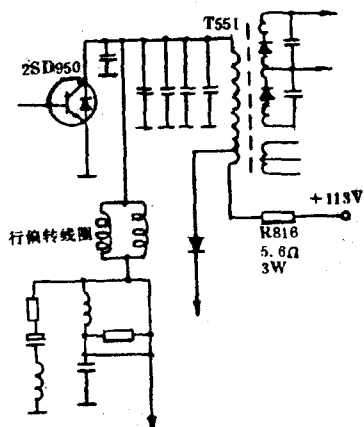

图 1—8
(3) 一台熊猫牌 607 型电子管收音机，打开电源，听喇叭中只有“嗡嗡”交流声。拆下后盖，发现整流电子管 6Z4 屏极被烧得发红，玻璃外壳烫得无法触摸，立即关断电源。判断电源电路或负载有短路故障，范围在整流滤波电路和音频功放电路（见图 1—9）。